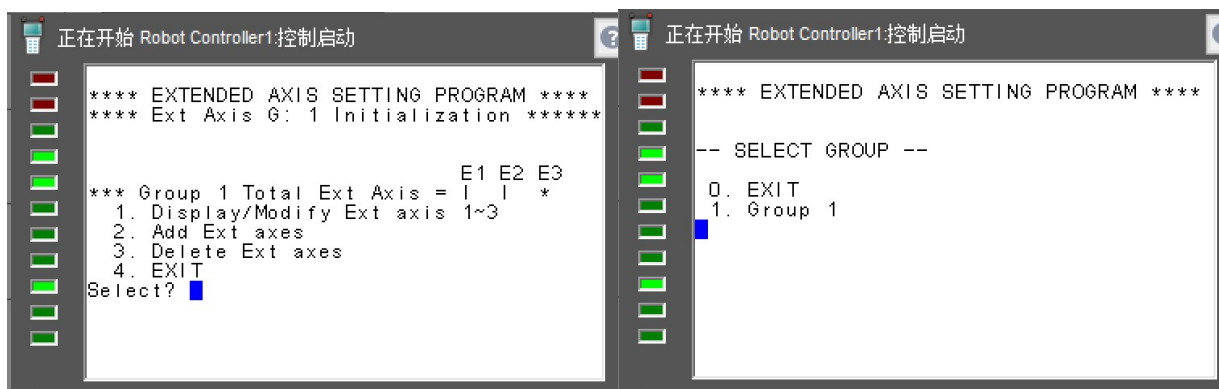

图 4.1.26
26) 参数配置完成后会跳到图 4.1.26 界面，依次选择“EXIT”，返回控制模式主界面，冷启动后进入一般模式，导轨轴配置完成。